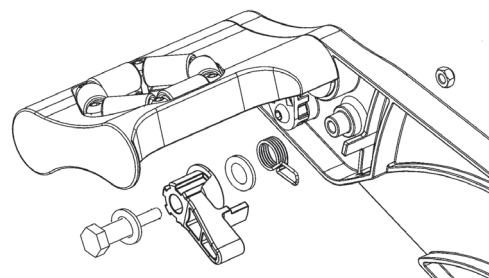

Fig. 18
1. Entfernen Sie die Schraubenmutter, die die Sperrklinke befestigen (Fig. 18).